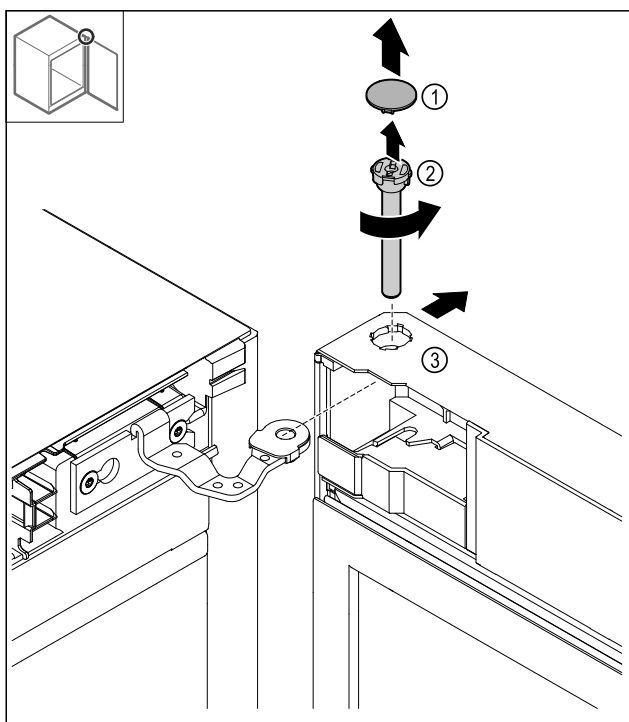

Fig. 19
- 取下盖板 Fig. 19 (1)。
- 逆时针旋转螺柱 Fig. 19 (2)并拔出。
- 稍稍倾斜冰箱门 Fig. 19 (3)。